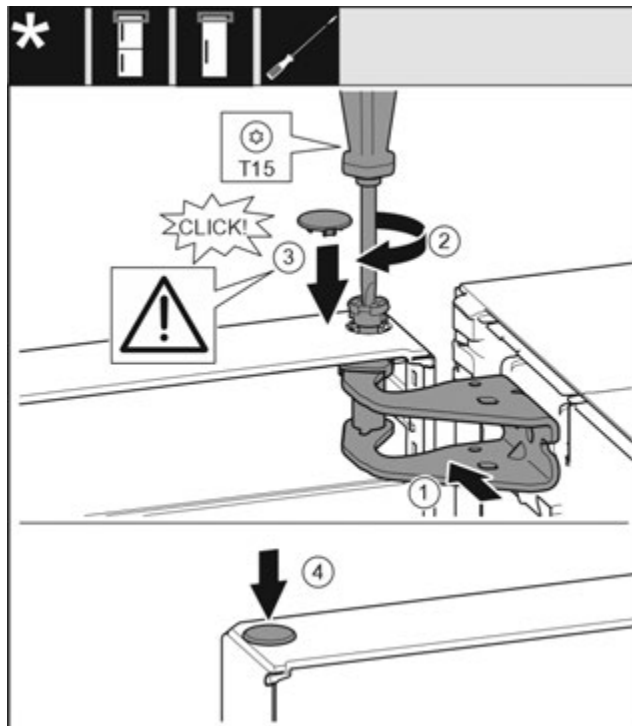

Fig. 20
- ▶ Вирівняйте дверцят зверху по отвору в опорному кронштейні. Fig. 20 (1)
- ▶ Вставте палець та закрутіть за допомогою викрутки T15. Fig. 20 (2)
- ▶ Встановіть захисну кришку для захисту дверцят: вставте захисну кришку і проконтролюйте, щоб вона прилягала до дверцят. Якщо це не так, повністю вставте палець. Fig. 20 (3)
- ▶ Вставте пробку. Fig. 20 (4)